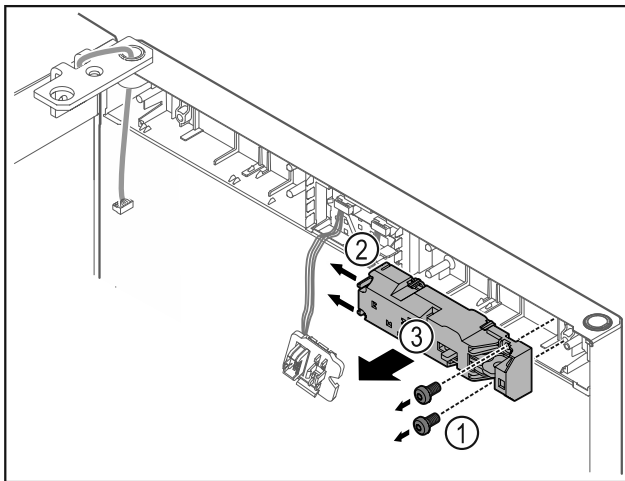

Fig. 18
- Fjern skruene Fig. 18 (1).
- Press låsetappene Fig. 18 (2) til side og ta av fjernlåsen Fig. 18 (3).